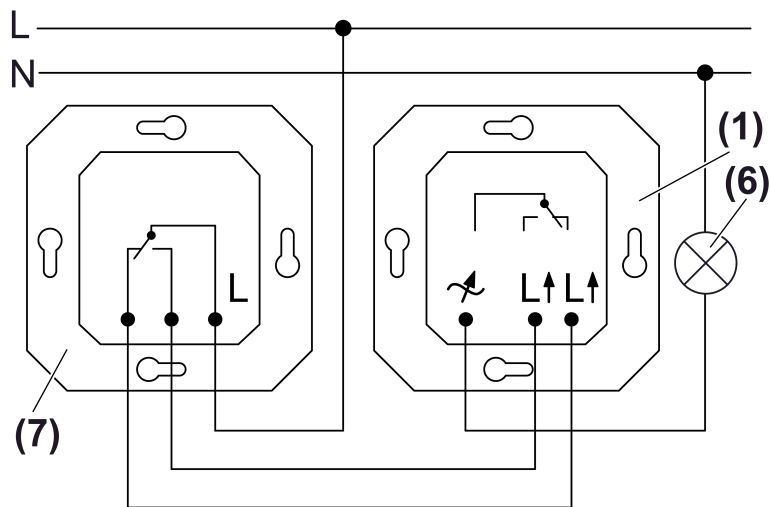

Bild 3: Wechselschaltung
- Steuergerät (1), Wechselschalter (7) und Lampe (6) gemäß Anschlussplan anschließen (Bild 3).